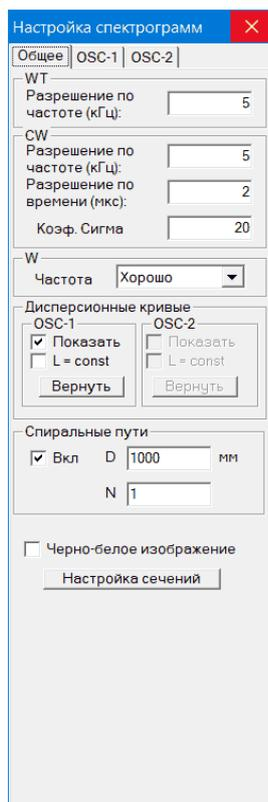
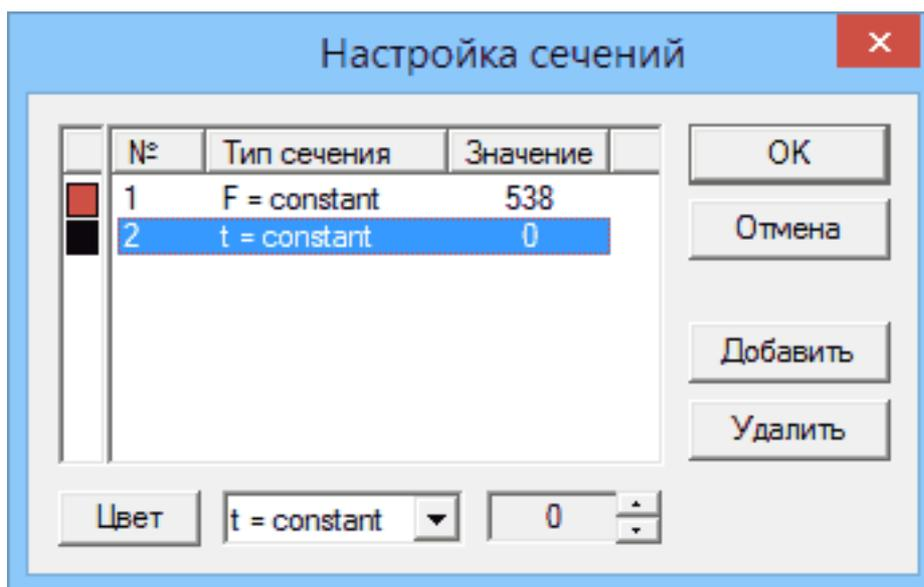

Рис. 16.2. Диалоговое окно **Настройка спектрограмм**, вкладка **Общее**
Рис. 16.3. Диалоговое окно **Настройка сечений**
Для настройки параметров вычисления и визуализации спектрограмм следует выбрать команду главного меню **Вид – Настройка спектрограммы**, либо воспользоваться кнопкой **SG** на панели инструментов. После этого появляется диалоговая панель **Настройка спектрограмм** (рис. 16.2), открытая на вкладке **Общее**.
- ◇ При нажатии на кнопку **Настройка сечений** открывается диалоговое окно настройки сечений спектрограмм (рис. 16.3). Подробное описание настройки сечений приведено далее в главе «*Настройка сечений*».
Для настройки сечений необходимо нажать кнопку **Настройка сечений** в диалоговом окне **Настройка спектрограмм** на вкладке **Общее** (рис. 16.2). После этого открывается диалоговое окно **Настройка сечений** (рис. 16.3), в котором задаются параметры сечений.